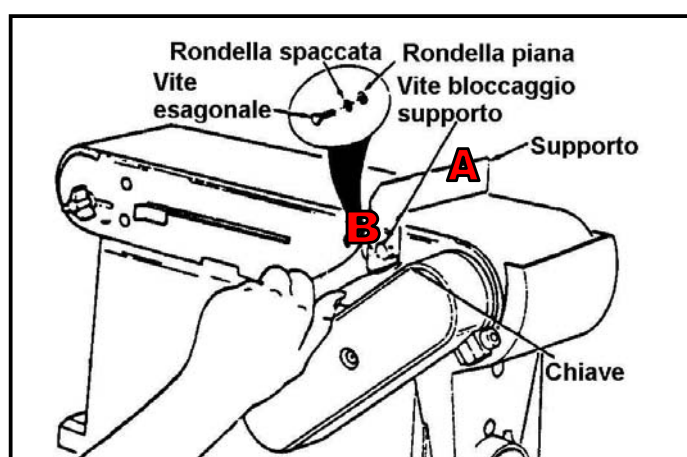

Figura 8 – Montaggio del supporto ferma-pezzo Art. 0505.
1. Posizionate il supporto ferma-pezzo (A) sul nastro quindi fermatelo con la vite (B) e le due rondelle fornite in dotazione, come mostrato in figura 8.
2. Fissate il supporto in posizione serrando la vite (B). Per fare ciò, utilizzate una chiave per dadi esagonali.